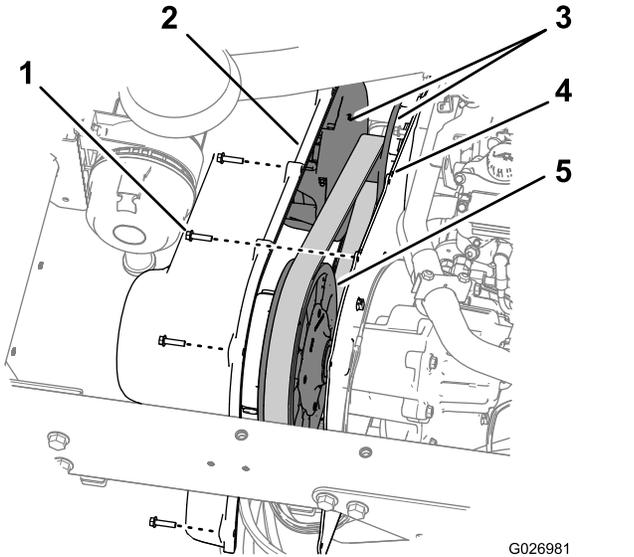

Figura 64
1. Rimuovete i 9 bulloni a rondella esagonale ($\frac{1}{4}$ " x 1") che fissano il coperchio della trasmissione alla relativa piastra di montaggio (Figura 64).
5. Allineate i fori nel coperchio della trasmissione con i fori nella piastra di montaggio (Figura 64).
6. Fissate il coperchio sulla piastra di montaggio (Figura 64) con i 9 bulloni a rondella esagonale